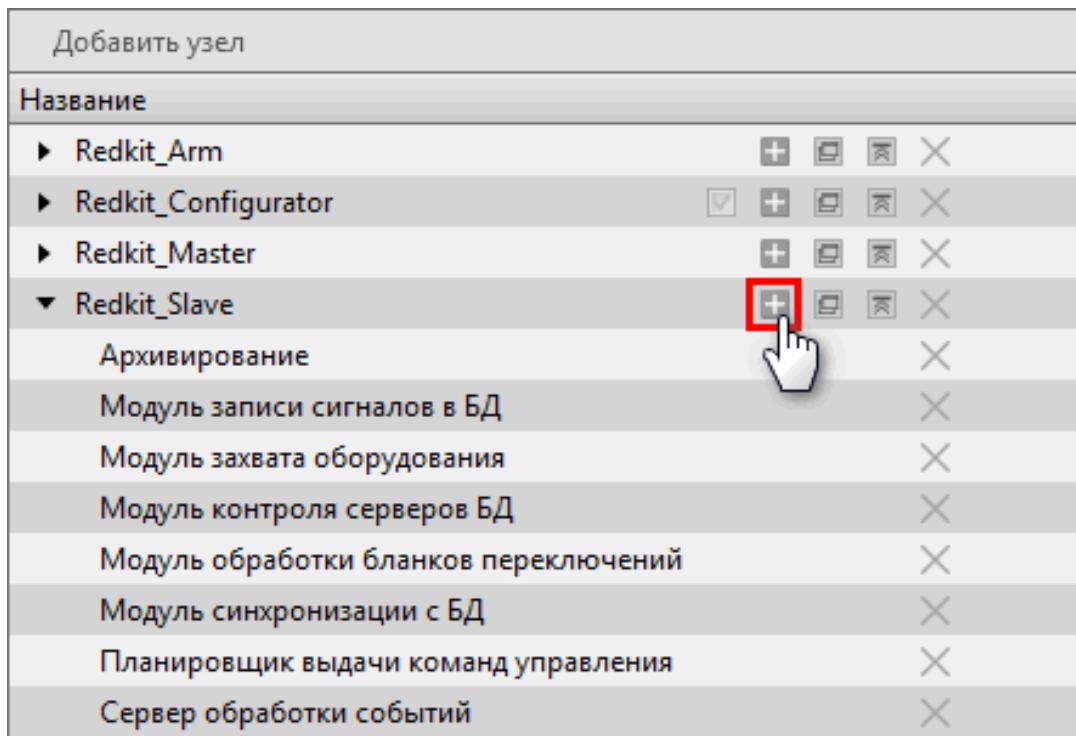

Рисунок 105 - Добавление модулей
1. Нажмите на кнопку (Рисунок 105).